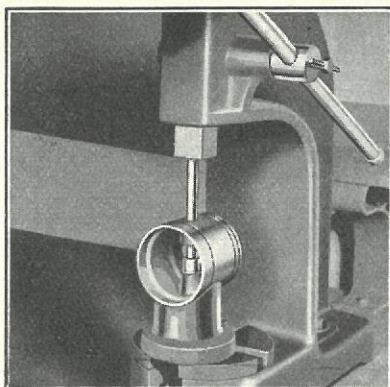

Fig. 244
- 416** Bøsningerne kan udtages i en Dornpresse. Pas paa, at Stemplerne under denne Operation ikke bliver ovale, hvilket som Regel sker, hvis de drives ud med en Hammer. Pressen skal forsynes med et Apparat til Støtte for Stemplet, og Dornen skal være forsynet med et Styr, som styrer i det øverste Hul ved Uddrivning af det underste (Fig. 244). Naar de nye Bøsninger presses ind, er det nødvendigt at have dem i Flugt med Hullerne i Stemplet, da en skæv Bøsning kræver meget større Tryk for at presses i med det Resultat, at Stemplet bliver ovalt.